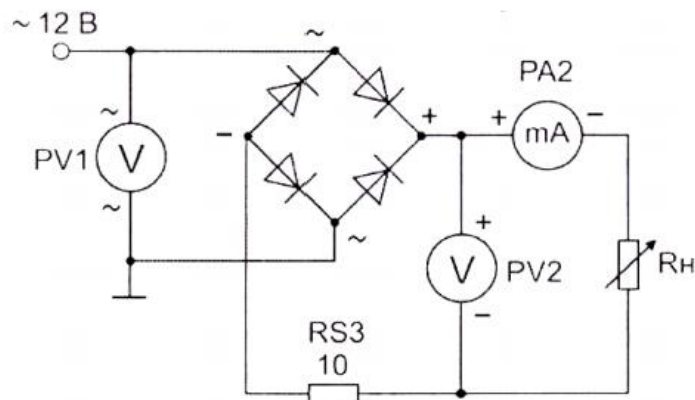

Рис. 1
- Собрать схему выпрямителя по рис. 1. Установить заданное значение сопротивления нагрузки  $R_n$ . Вольтметр PV1 включить в режиме измерения переменного напряжения, а PV2 – в режиме измерения постоянного напряжения